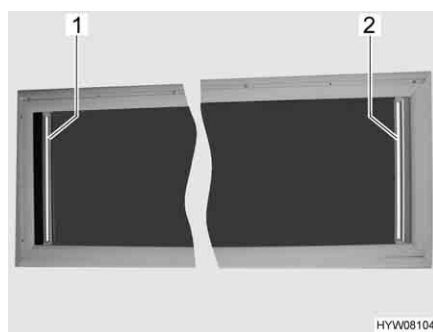

Fig. 27 Finestra apribile sul tetto
- Afferrare la tendina oscurante pieghevole (Fig. 27,2) per la parte centrale della barra di presa, estrarla e rilasciarla nella posizione desiderata. La tendina oscurante pieghevole rimane in questa posizione.
- Afferrare la tendina oscurante pieghevole (Fig. 27,2) per la parte centrale della barra di presa e spingerla lentamente nella posizione iniziale.
- Afferrare la protezione contro gli insetti (Fig. 27,1) per la parte centrale della barra di presa, estrarla e rilasciarla nella posizione desiderata. La protezione contro gli insetti rimane in questa posizione.